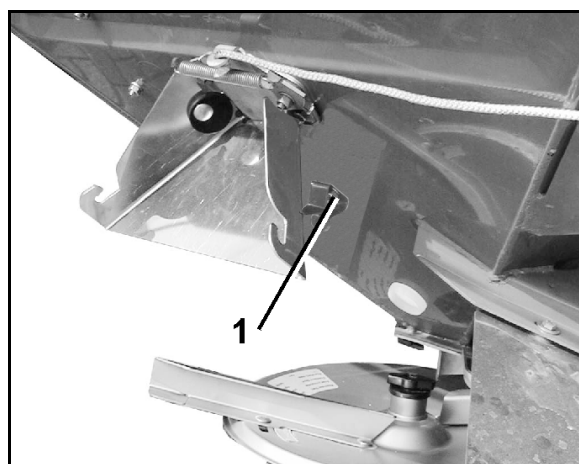
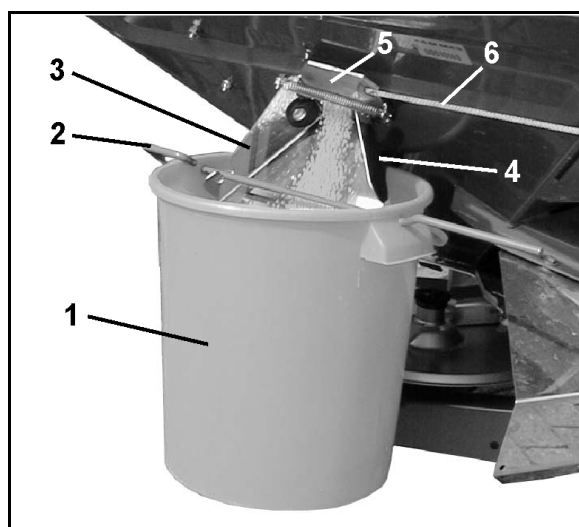

Fig. 51
Fig. 52
1. Servendosi della staffa (Fig. 52/2), agganciare il recipiente di raccolta (Fig. 52/1) allo scivolo di uscita (Fig. 52/3). Inserire il recipiente di raccolta nel dispositivo di serraggio (Fig. 52/4 e Fig. 51/1) fino a quando non scatta in posizione.
2. Servendosi della fune (Fig. 52/6) aprire completamente per ca. 5 sec. la paratoia laterale (Fig. 52/5) dello scivolo di uscita (per assicurare un flusso di concime uniforme). Successivamente riversare nello span-diconcime la quantità di concime raccolta.